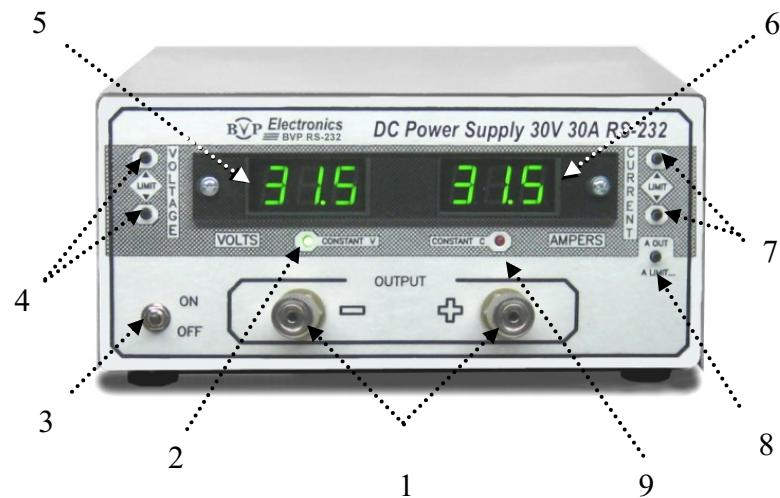

Рис. 2. Расположение органов управления на передней панели источника питания
На рис. 2 показан внешний вид передней панели источника и расположение на ней всех органов управления и индикации.
- 8.1 Включите источник питания без нагрузки (переместив выключатель **3** (рис. 2) в положение "ON").